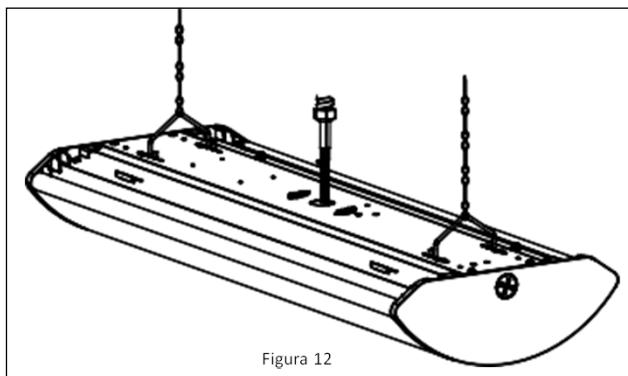

Figura 12
4. Conecte su conducto al knockout. **Ver Figura 12.**